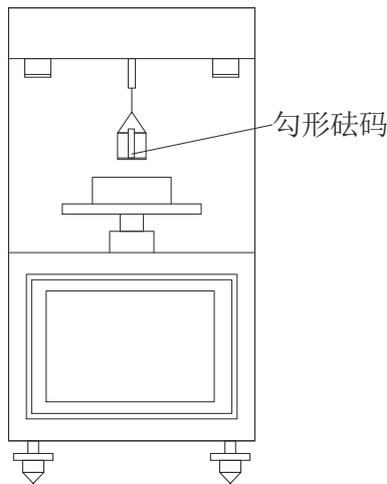

图 4
1.2 点击“清零”按钮，按照图 4，将配套的 1.0g 钩形砝码挂到铂环上。砝码重量应显示 $1.000\text{g} \pm 0.010\text{g}$ ，如果砝码重量不对，请按“砝码标定”按钮进行重新标定。